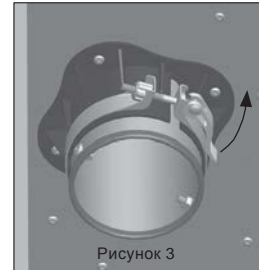

Рисунок 3
Перед опусканием в колонну, шланг необходимо вставить в колонну, это необходимо для того, чтобы он не был поврежден, это делается для уменьшения габаритов прибора, например, для транспортировки. Для этого, отпустите фиксатор на столе (рис. 3) и дайте колонне (3) опуститься в кожух емкости (7/8). При этом соблюдайте осторожность! Удерживайте колонну при разблокировке фиксатора. Соблюдайте безопасное расстояние до прибора, во избежание травм. Рефлектор демонтируется отпусканьем 3 барашковых винтов. После отпускания, блокируйте колонну (3) блокиратором.